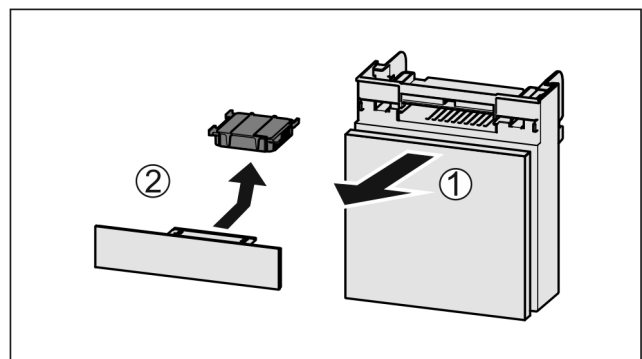

Fig. 84
- ▶ Fach nach vorne herausziehen Fig. 84 (1).
- ▶ Aktivkohlefilter entnehmen Fig. 84 (2).